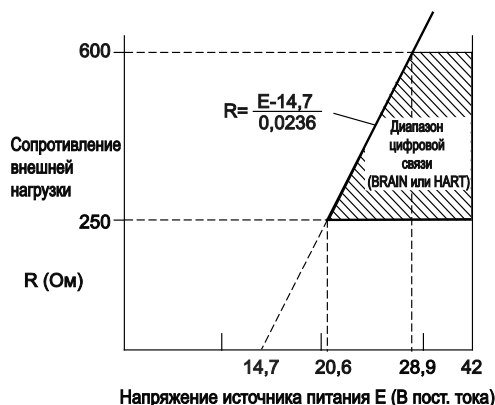

Рисунок 12.2 Взаимосвязь между напряжением источника питания и сопротивлением внешней нагрузки
- Смотрите Рис. 12.2.
Смотрите Рис. 12.2.